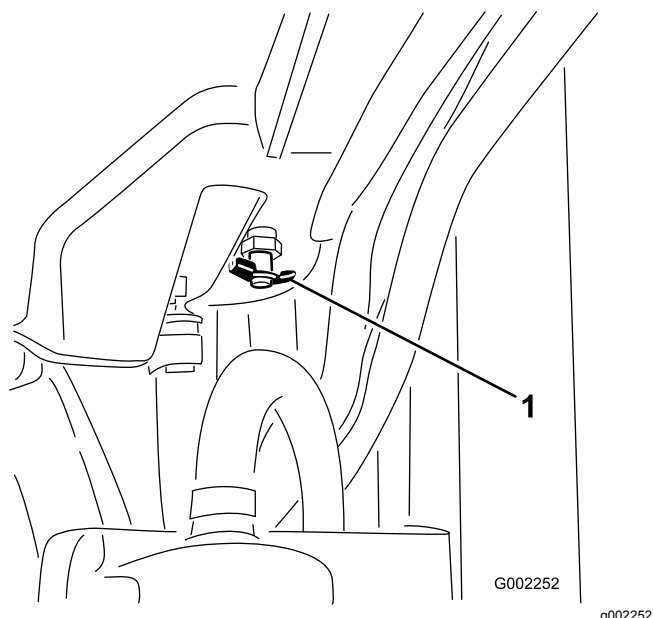

Figura 91
4. Aprite la valvola di spurgo e spurgate il refrigerante nella bacinella (Figura 91).
5. Chiudete la valvola di spurgo (Figura 91).